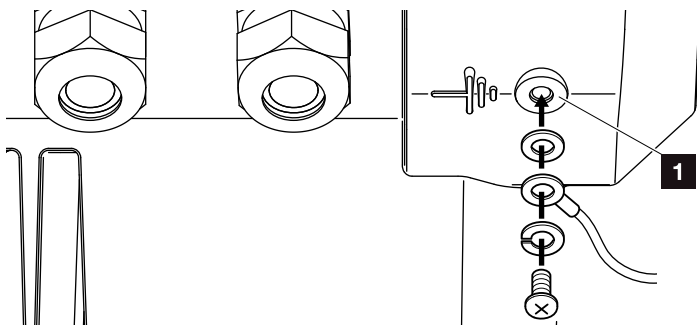

Fig. 33: Conexión PE específica del país
9. En países en los que se prescribe una segunda conexión PE, esta debe conectarse en el punto marcado de la carcasa con el par predefinido de 3 Nm (M6).  **Fig. 33, pos. 1**